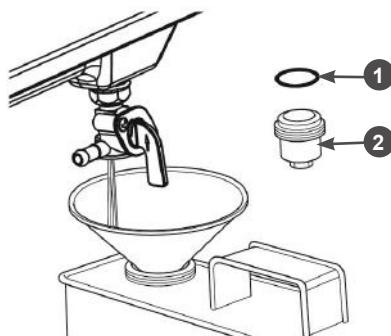

Рис. 24 Слив топлива с топливного бака
- открутите стакан 2 отстойника (Рис. 24);
- откройте топливный кран и слейте топливо в приготовленную для этого ёмкость (Рис. 24);
• установите на место стакан отстойника. Перед установкой убедитесь в том, что уплотнительное кольцо 1 находится на месте и не повреждено (Рис. 24).